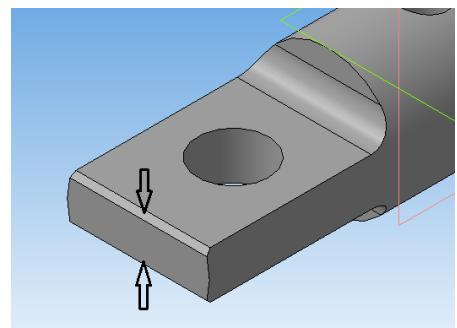

Рисунок 51.
24. На передних кромках скоса выполните фаски длиной **2мм** и углом **450** (рисунок 51).